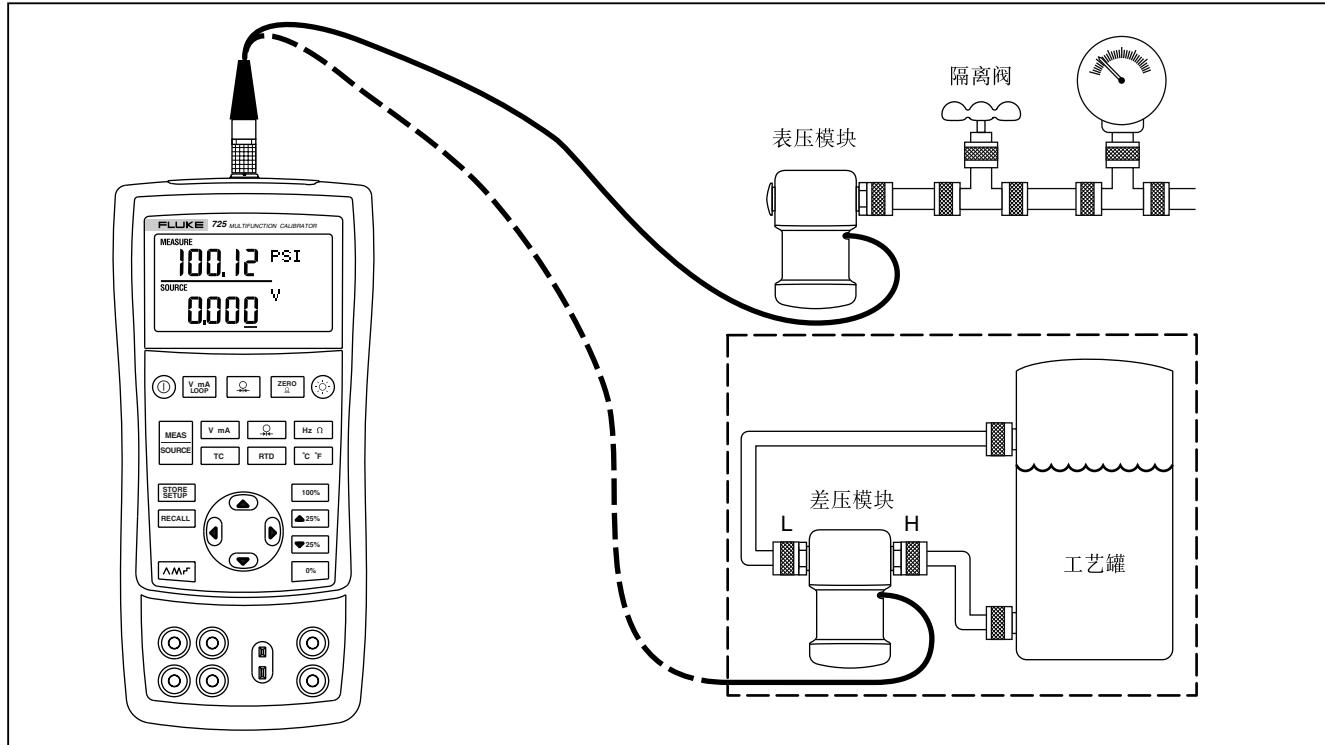

图 13. 测量压力的连接
1. 如图13所示把压力模块和校准仪连接起来。压力模块管接头的螺纹能接受标准的 $\frac{1}{4}$ 英寸NPT 管接头。如果有需要，请用本仪表所提供的 $\frac{1}{4}$ NPT 到 $\frac{1}{4}$ ISO 的转接头。